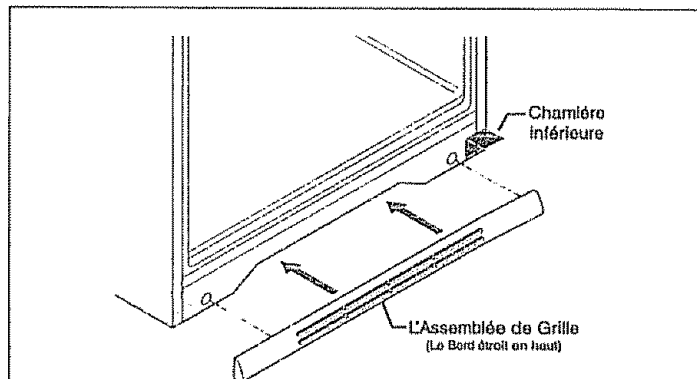

Figure 1
- Aligner l'Assemblée de Grille sur les deux grands trous sur le devant de la base de réfrigérateur. (Voir la Figure 1)
- Poussez l'Assemblée de grille dans les trous jusqu'à ce qu'elle aille en place (voir la Figure 1)